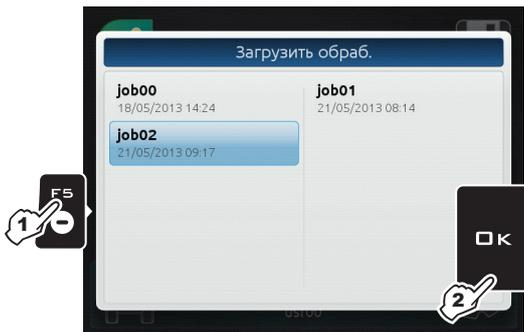

Рис. 279
- 2** Выберите обработку из предложенного списка обработок (Рис. 279) и нажмите **OK**, чтобы подтвердить выбор.